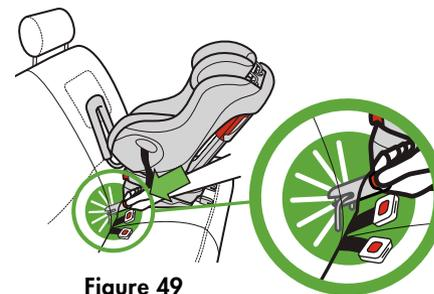

Figure 49
- Alignez le connecteur DUA avec l'ancrage inférieur du véhicule et poussez le connecteur DUA contre l'ancrage jusqu'à ce que le connecteur DUA fasse un dé clic, tel qu'illustré dans la **Figure 49**.